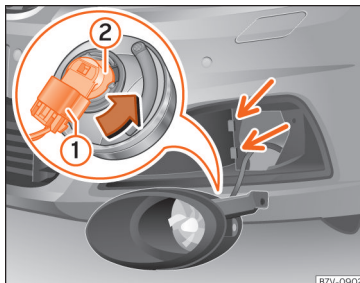

Abb. 67 Glühlampe im Scheinwerfer auswechseln.
- Scheinwerfer ein wenig nach vorn klappen und aus den seitlichen Aufnahmen »» **Abb. 67** (kleine Pfeile) herausziehen.
- Anschlussstecker »» **Abb. 67** (1) entriegeln und abziehen.
- Lampenhalter »» **Abb. 67** (2) in Pfeilrichtung bis zum Anschlag nach links drehen und mit der Glühlampe nach hinten herausziehen.
- Anschlussstecker »» **Abb. 67** (1) auf den Lampenhalter (2) stecken. Der Anschlussstecker muss hörbar einrasten.
- Scheinwerfer in die Aufnahmen »» **Abb. 67** (kleine Pfeile) stecken und nach hinten klappen.